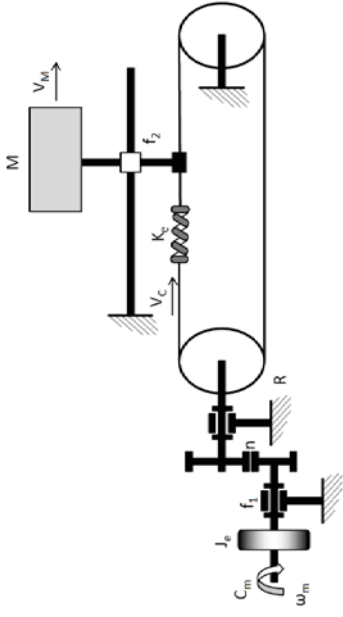

FIGURE 0.4 – Modèle évolué de l'axe X
- Le modèle précédent pour modéliser l'axe Y correspond à un axe simple mais l'observation du système réel a montré que l'on ne peut pas négliger la raideur de la courroie. On se propose de faire évoluer le modèle en prenant en compte cette extensibilité. On complète aussi le modèle en prenant en compte aussi les frottements visqueux des différentes liaisons. La figure 0.4 présente le nouveau modèle.